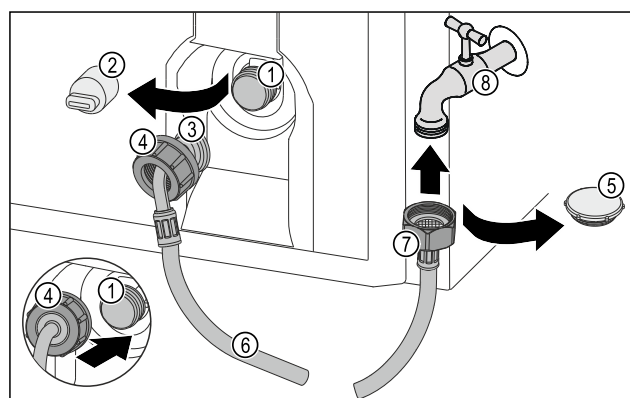

Fig. 22
- ▶ Wyciągnąć zatyczkę Fig. 22 (5).
- ▶ Prosty koniec węża *Fig. 22 (7)* nałożyć na zawór wody *Fig. 22 (8)*.
- ▶ Dokręcić nakrętkę na prostym końcu węża *Fig. 22 (7)* w kierunku zgodnym z ruchem wskazówek zegara.